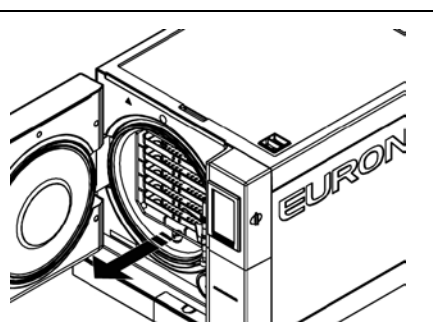

Abb. 9.2-2
Zum Befeuchten des Schwamms ausschließlich destilliertes oder demineralisiertes Wasser verwenden. Die Tablett-Träger in gleicher Weise reinigen. Die Reinigung der Sterilisationskammer ist wichtig, um Ablagerungen zu entfernen, die den ordnungsgemäßen Betrieb des Geräts beeinträchtigen können. Zum Abmontieren des Tablett-Trägers den Träger aus der Kammer nehmen (Abb. 9.2-2) und nach erfolgter Reinigung in umgekehrter Reihenfolge wieder einsetzen.
2. Den Stellhebel (mitgeliefert, Abb. 9.2.2-1) in den Schlitz unterhalb der Tür stecken (Abb. 9.2.2-2).
3. Vom Schlitz des Türhakens aus prüfen, ob der Hebel in den Stellbolzen eingreift. (Abb. 9.2.2-3).
4. Den Stellbolzen um 1/4 Umdrehung gegen den Uhrzeigersinn bei Ansicht auf das Fenster drehen (zum Schließen) (Abb. 9.2.2-4).